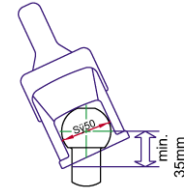

Bild 1: Kugelstange Zugfahrzeug
1.3 Die Zugkugelkupplung WS 3000 kann zusammen mit Kupplungskugeln nach DIN 74058 / ISO 1103 nur dann eingesetzt werden, wenn der Kugelhalb im Bereich von **35 mm frei von Anbauteilen** ist. (Bild1)